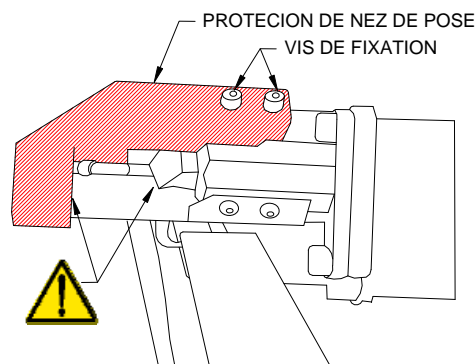

FIGURE 2: PROTECTION DE NEZ DE POSE
* Note: Une protection de nez de pose optionnelle est fournie avec l'Kingset™ tool (Fig. 2). Cette protection de nez de pose peut être utilisée afin d'éviter tout dommage accidentel de l'outil et/ou de l'application dû au mouvement du piston de l'outil jusqu'à ce que l'utilisateur soit familier avec le fonctionnement de l'outil.